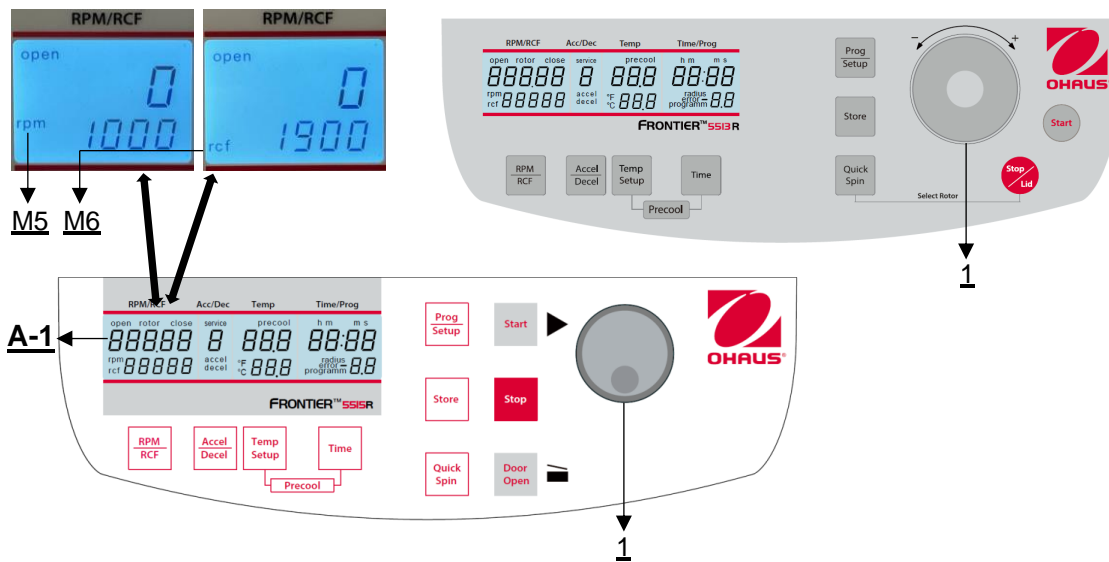

Abbildung 12
Die Vorwahl wird über die Taste "RPM | RCF" (3) aktiviert (siehe **Abbildung 12**). Durch einmaliges Drücken der Taste blinkt das Wort "rpm" (M5). Durch zweimaliges Drücken der Taste kann die Vorwahl der Fliehkräfte gewählt werden. Dann erscheint das blinkende Wort "rcf" (M6). Mit dem Einstellknopf / Touch Wheel (1) können Sie die gewünschten Werte einstellen. Im Display (A-1) wird der eingestellte Wert permanent angezeigt, vor, während und nach dem Lauf.